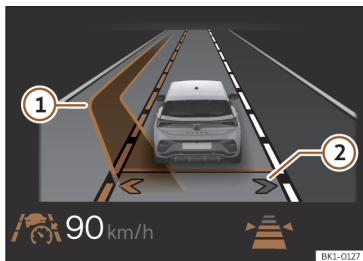

Fig. 136 Sur l'écran du combiné d'instruments : affichage du changement de voie assisté (représentation graphique).
Le changement de voie assisté est activé. Les flèches de votre propre voie sur l'écran du combiné d'instruments s'affichent en gris >>> **fig. 136** ②
se trouve le conducteur. La flèche du côté de la voie correspondante s'affiche en blanc >>> **fig. 136** ②.